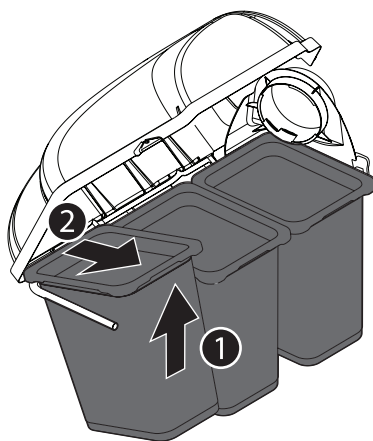

Figure 30
3. Retirez les trois sacs à herbe de leur support en soulevant d'abord la partie avant du sac, puis en glissant la partie arrière hors du support. Voir Figure 30.